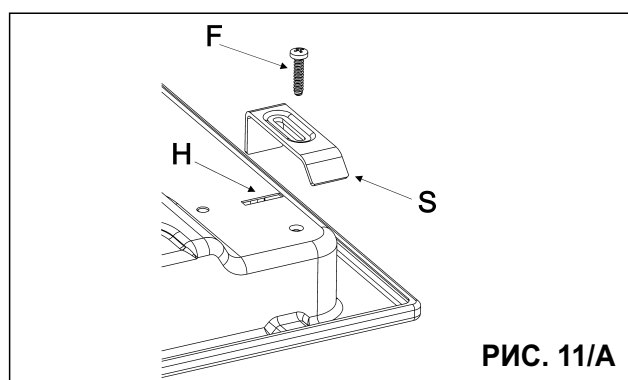

РИС. 11/A
- Для моделей **GWS3811.0ED - GKS9851.0ED - GKS820.0ED**: Установите варочную поверхность в отверстие для встраивания и закрепите ее соответствующими винтами "F" крепежных петель "G" (см. рис. 11/В).
- для моделей **GMS7651.0E - GMS9651.0E**: Закрепите рабочую поверхность скобами „S”, совместив их выпуклую часть с прорезями в нижней части „Н” и прикрутив винтами „F” (см. рис. 11/А).
- использовать с входным кабелем "С", если не предусмотрено (см. рис. 11) стандартизированный разъем, соответствующий нагрузке, указанной на паспортной табличке. Подсоединить кабели в соответствии со схемой на рис. 11, убедившись в том, что учтены нижеприведенные соответствия: